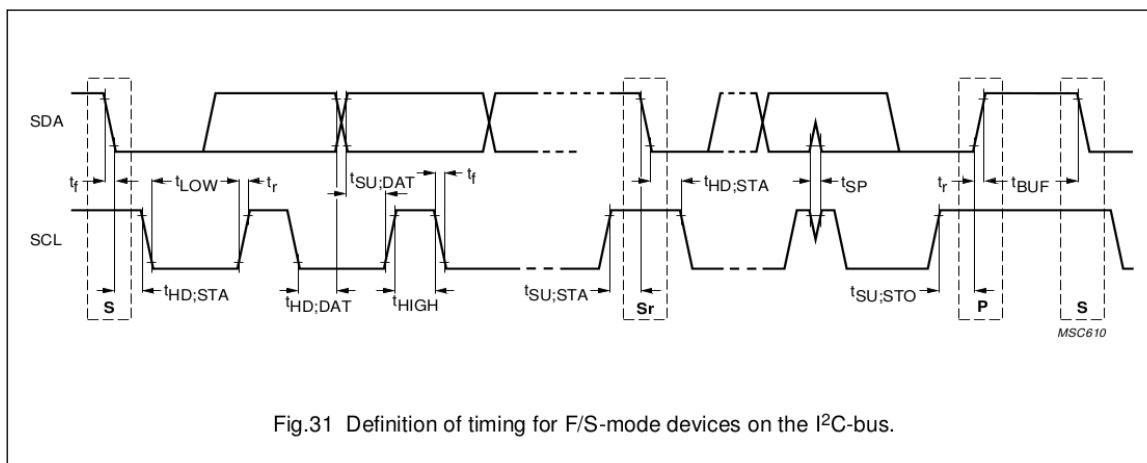

图 29.3-3. I2C 协议时序 (引自 The I2C-bus specification Version 2.1 Fig.31)
- 命令控制器 CMD\_Controller：产生 (R)START、STOP、WRITE、READ 和 END 指令
- SCL 时钟控制器 SCL\_FSM：用来产生满足 I2C 协议的 SCL 时钟。图 29.3-3 和图 29.3-4 是 I2C 协议的时序图和对应的参数表。